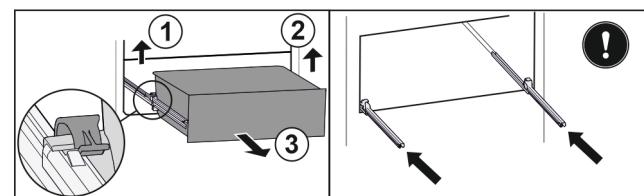

Fig. 139
► Linke Klemme anheben und gleichzeitig Schubfach links nach vorne ziehen. Fig. 139 (1)
► Rechte Klemme anheben und gleichzeitig Schubfach rechts nach vorne ziehen. Fig. 139 (2)
► Schubfach nach vorne entnehmen. Fig. 139 (3)